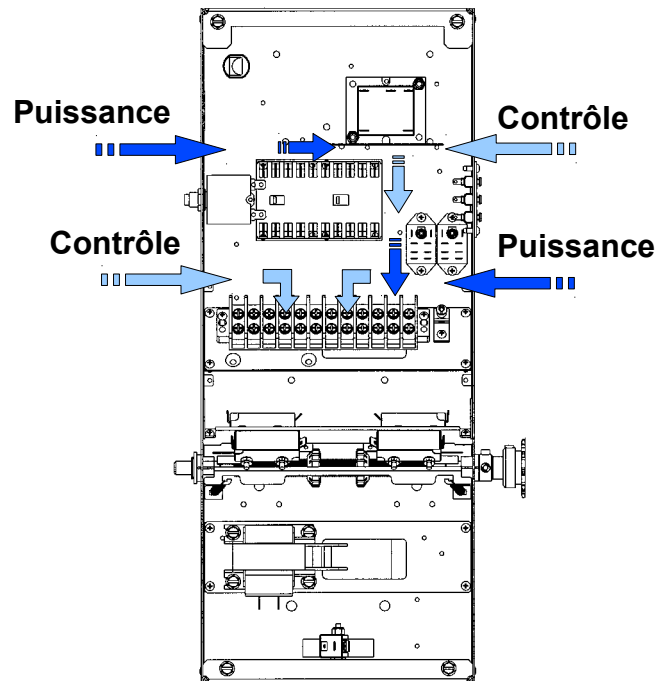

Figure 6 - Branchement basse tension (contrôle) et haute tension (puissance)
1. Disposer le circuit de puissance soit à la droite ou à la gauche de l'enceinte de contrôle, comme illustré à la Figure 6.
2. Disposer le fils de contrôle, comme illustré à la Figure 6. GARDER SÉPARÉES BASSE ET HAUTE TENSIONS.